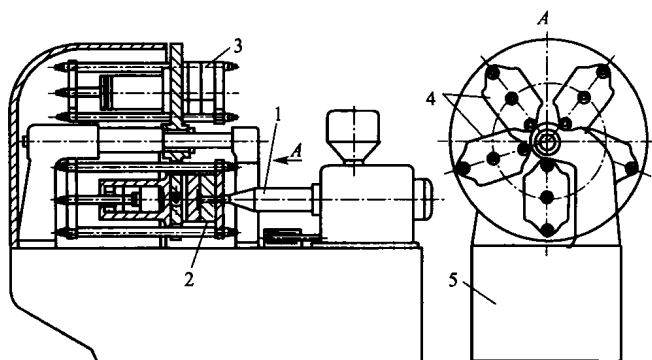

图 1-9 多模注塑机结构示意图
④ 多模注塑机 多模注塑机有多个成型模具，工作时转动模具位置依次顺序工作，冷却成型脱模不受生产辅助时间限制，这样缩短了制品的生产周期，可提高生产效率。图 1-9 是多模注塑机结构示意图。